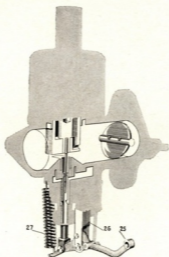

Fig. 3. Carburateur, dispositif de démarrage à froid.
Lors du démarrage du moteur froid, l'extrémité extérieure du levier (25, fig. 3) est tirée vers le haut à l'aide d'une commande. Le mouvement est retransmis par l'intermédiaire du bras (26) de façon que le gicleur, qui est accouplé à l'extrémité intérieure du levier, soit tiré vers le bas. La course du mouvement est limitée par un cran sur le levier et le retour à la position normale est obtenu par un ressort (27) lorsque la commande est repoussée.